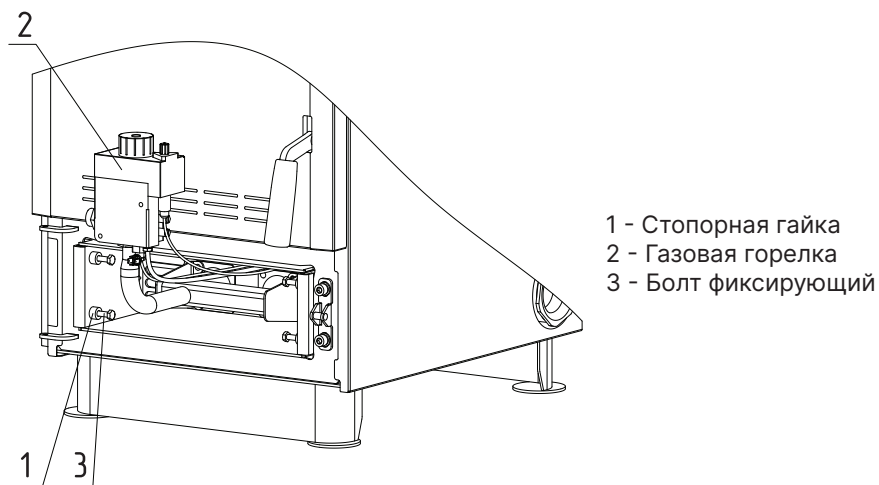

Рис.6 Установка газовой горелки в зольник
6. Извлеките зольный ящик и установите газовую горелку (Рис.6, поз.2);
7. Закрепите газовую горелку фиксирующими болтами (Рис.6, поз.3) и стопорными гайками (Рис.6, поз.1).